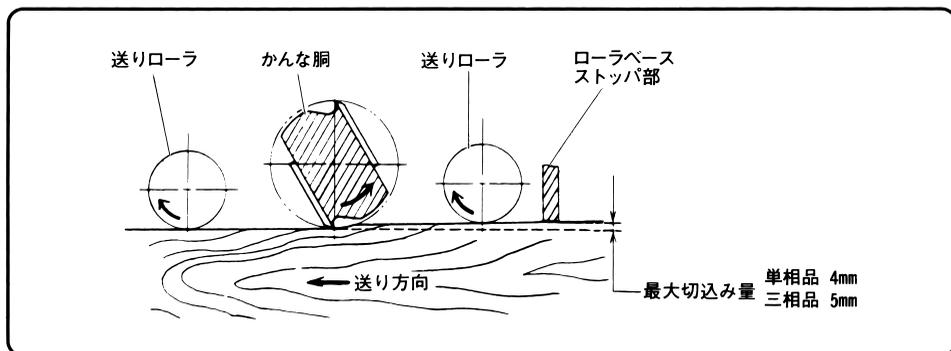

図 13
- 注** • 最大切込み量を4mm (三相品は5mm) 以上削ろうとしても、木材は、ストップ部 (図13参照) につかえて入りません。この場合は、切込み量を4mm (三相品は5mm) 以下にして、2回以上に分けて削ってください。